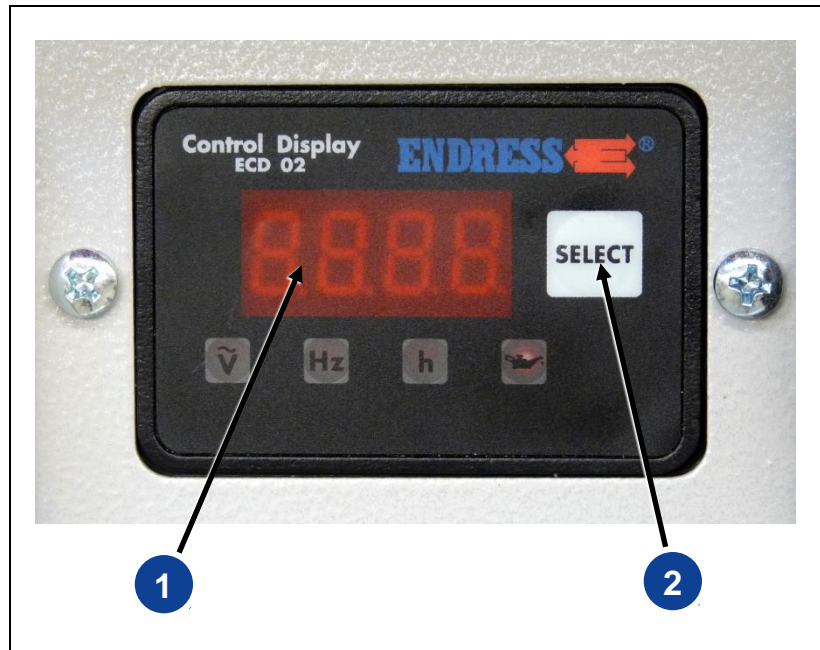

Abb. 4-9: Multifunktionsdisplay
Die Anzeige (siehe Abb. 4-9) ist bei laufendem Gerät aktiv.
1. Nach dem Starten des Stromerzeugers zeigt das Display (siehe Abb. 4-9-(1)) die aktuelle Spannung, angezeigt durch das leuchtende „V~“-Symbol für Volt.
2. Nach einmaligem Drücken des Tasters (siehe Abb. 4-9-(2)) wechselt das Display auf die aktuelle Frequenz, angezeigt durch das leuchtende „Hz“-Symbol für Hertz.
3. Nach einem weiteren Drücken des Tasters (siehe Abb. 4-9-(2)) wechselt das Display auf die Betriebsstunden, angezeigt durch das leuchtende „h“-Symbol für Stunden.
4. Nach einem weiteren Drücken des Tasters (siehe Abb. 4-9-(2)) wechselt das Display wieder auf die Anzeige der aktuellen Spannung in Volt und der Ablauf beginnt von vorn.